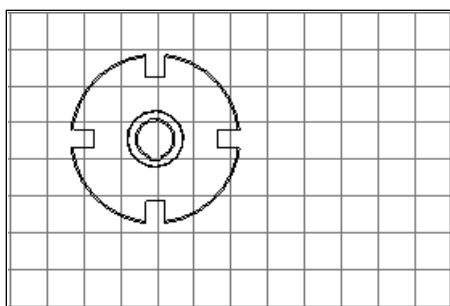

图 3.7.8 添加模型栅格后
Step3. 在 **显示/拭除依据** 选项选中 ☒ **页面** 单选项，系统弹出“确认”对话框，单击 **是(Y)** 按钮；在 **间距** 区域中选中 ☒ **全部**，并定义间隔大小为 20；单击“模型栅格”对话框中的  按钮预览模型栅格；完成后页面如图 3.7.8 所示。